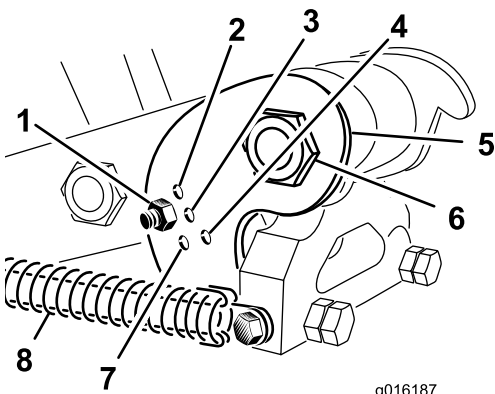

Bild 36
Stellen Sie die Neigungshalterung (Bild 36), abhängig von der Länge der verwendeten Zinken, auf die richtige Stellung ein. Sie stellen den Kopfanschlag auf eine von fünf festgelegten Stellungen ein, indem Sie das Loch wählen, durch das die Einstellstange geschraubt ist. Diese Löcher sind nur Voreinstellungen; beispielsweise können Sie ein gleichmäßigeres Finish erhalten (abhängig von der Anwendung) wenn Sie eine 25,4 cm lange Zinke in der 30,5-cm-Stellung verwenden.
3. Lösen Sie die Federspannung zum Zinkenkopf (Bild 36).
- Entfernen Sie die Mutter und Schraube in den Einstellöchern der Neigungshalterung (Bild 36).
- Drehen Sie die Neigungshalterung, bis sie mit dem gewünschten Loch im Arm ausgefluchtet ist und setzen Sie die Schraube und Mutter ein (Bild 36).